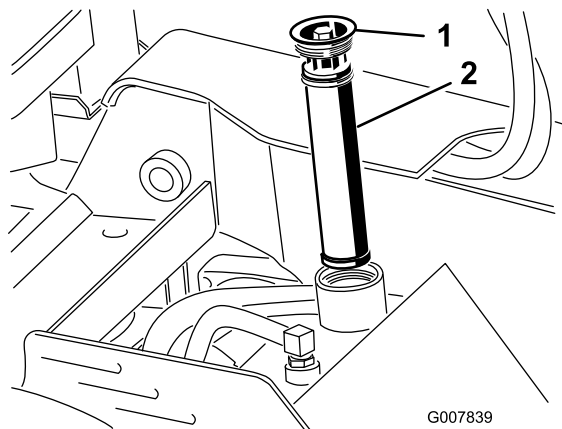

図 55
5. 古いフィルタを外して捨てる 図 55。
6. 新しいフィルタを取り付け、キャップをして上部ボルトを $13\ 15.5\text{N}\cdot\text{m} / 2.32.8\text{kg}\cdot\text{m} = 110\ 140\text{in}\cdot\text{lb}$ にトルク締めする 図 55。
6. 油圧オイルタンクのフィルタとキャップ 図 55 を取る。
12. フィルタを取り付け、キャップをして上部ボルトを 13 15.5N·m 2.32.8kg.m = 110 140in·lb にトルク締めする 図 55。